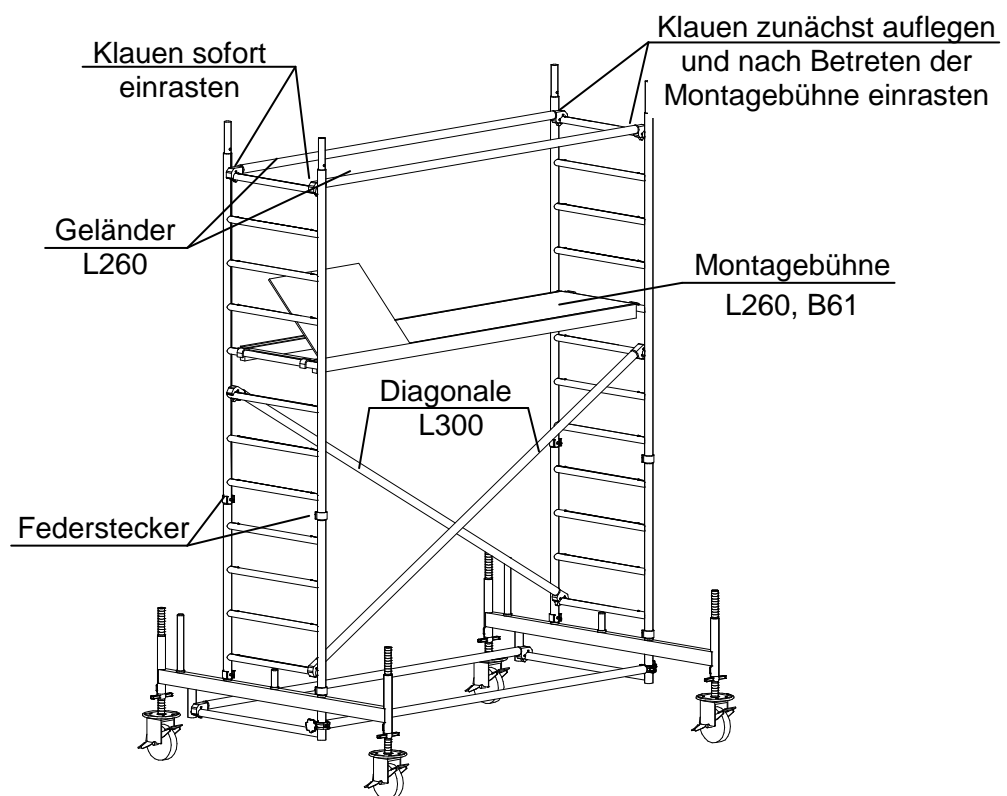
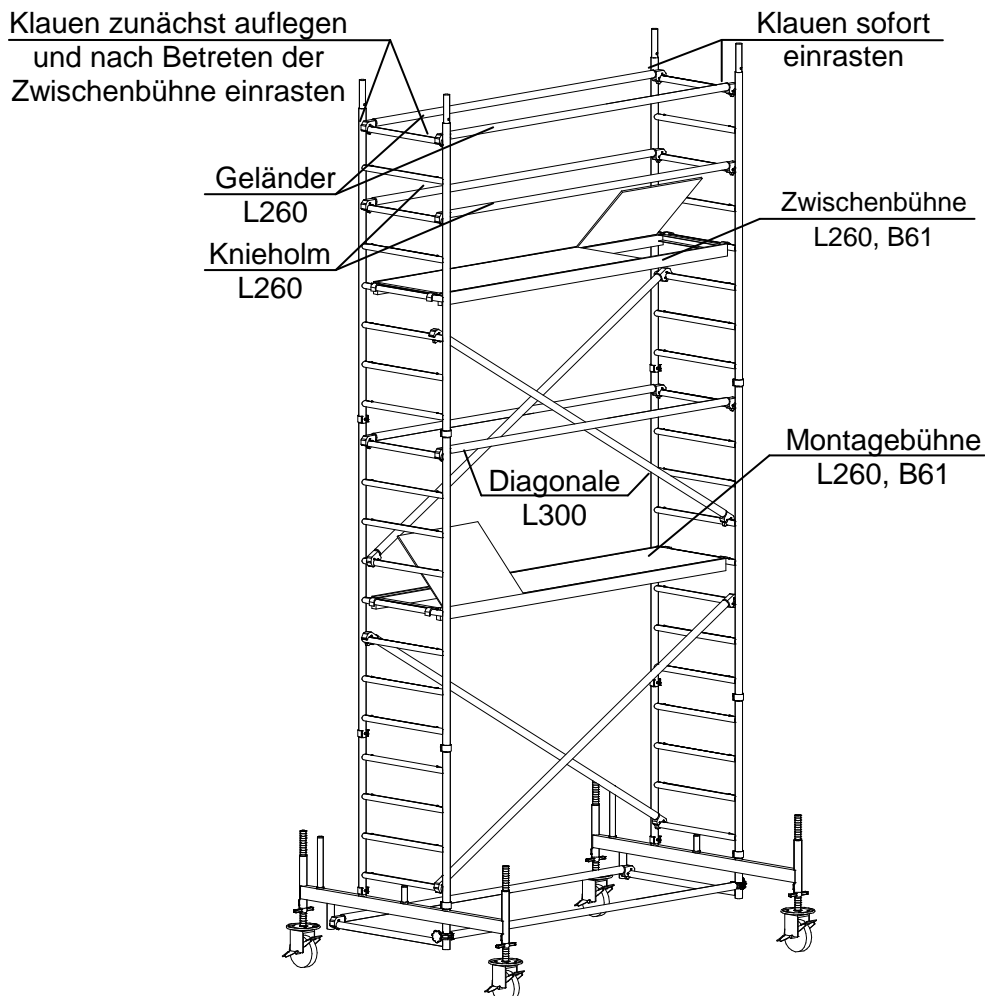

Bild 9: Seitenschutz der Montagebühne
Bild 10: Zwischenbühne Standhöhe 4.50 m
- Die Montagebühne betreten und die abliegenden Klauen einrasten. (siehe hierzu Bild 9).
- Zum Seitenschutz der Zwischenbühne (Bild 10) siehe Beschreibung zu Bild 9. Zusätzlich sind beidseitig Geländer L260 als Knieholme 0.50 m über dem Belag einzubauen.
- Der Seitenschutz ist wie zu Bild 9 und 10 beschrieben einzubauen.